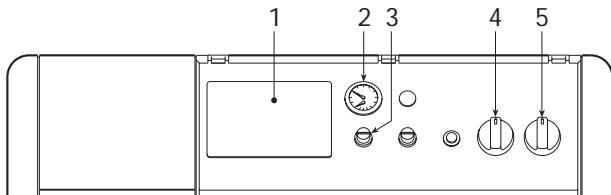

fig. 1
Ved slukning trykkes blot på afbryderen 5 (fig. 1) på kontrolpanelet, idet afbryderen indstilles i position "0". Luk herefter on/off ventilen for brændstof.
- a Blokering af brænderen signaleret ved hjælp af den respektive kontrollampe 6 (fig. 1). Se brænderens manual.